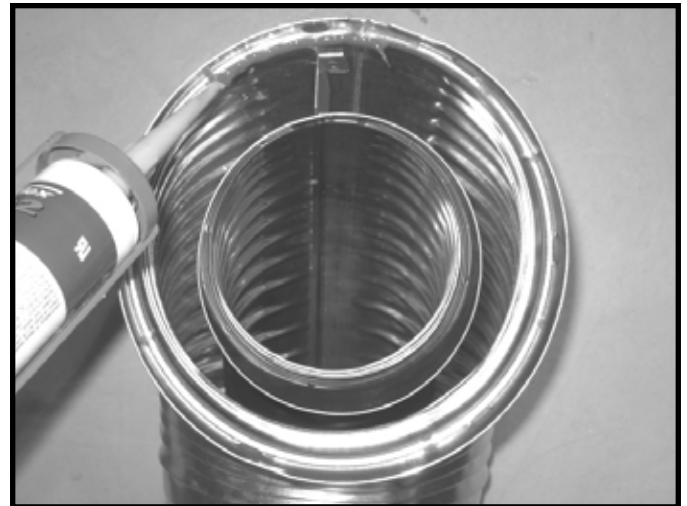

Figure 10.1 Scellant à base de silicone résistant aux températures élevées
- Appliquer un cordon de scellant à base silicone à l'intérieur du joint du tuyau extérieur femelle avant d'assembler les sections. Voir la Figure 10.1.